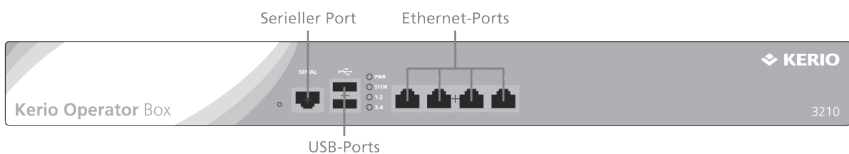

Abbildung 2 Kerio Operator Box 3210
- Kerio Operator Box 3000-Serie: Rack-montierbare 1U-Appliance (siehe Abbildung 2).